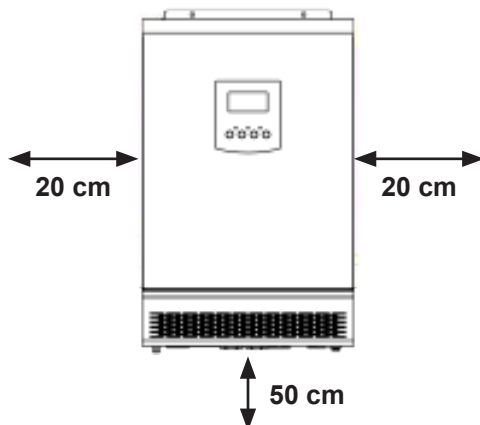
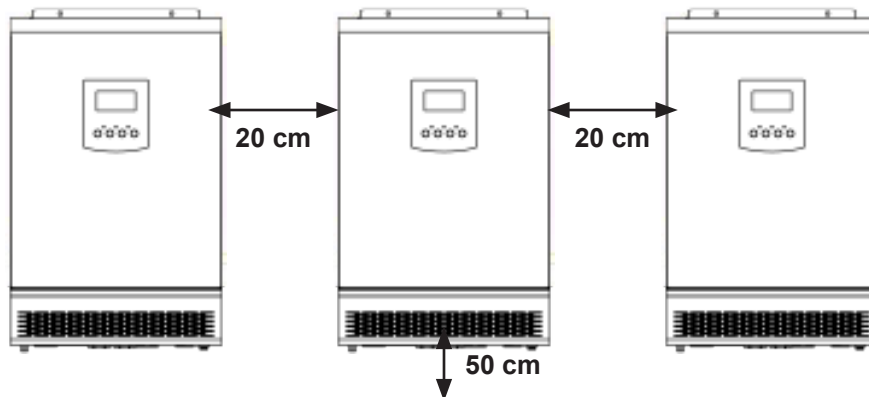

Figure 3.2A
Figure 3.2B
4. Pour une circulation d'air et une dissipation thermique appropriées, s'assurer de garder une distance minimum de 20 cm de chaque côté et de 50 cm en dessous de l'appareil (consulter la Figure 3.2A).
5. En modes en parallèle monophasée et triphasée, monter chaque inverseur à au moins 20 cm l'un de l'autre (consulter la Figure 3.2B).
7. S'assurer de fournir un espace suffisant comme illustré à la Figure 3.2A et à la Figure 3.2B pour garantir une dissipation thermique suffisante et fournir un espace adéquat pour un dégagement approprié pour le câblage et les connexions de communication.
8. Retenir le support de réduction de tension à l'APS en utilisant les deux (2) vis de montage incluses sous le câble d'intercommunication de sortie CA. Une fois le câblage CA installé, fixer le câblage en place avec les liens de serrage inclus.